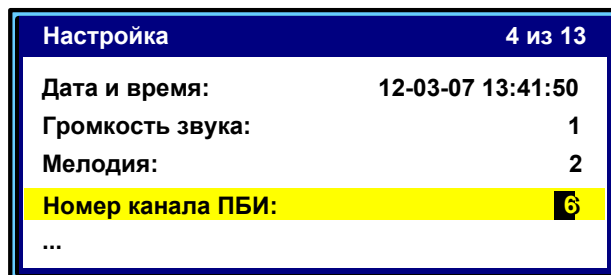

Рисунок 34 – Режим корректировки номера канала ПБИ
4.10.9.1 В режиме ожидания нажать клавишу «*» и выбрать пункт меню «Настройка» → «Номер канала ПБИ» и нажать клавишу «Режим». Аппарат переходит в режим корректировки номера канала ПБИ (см. рисунок 34).